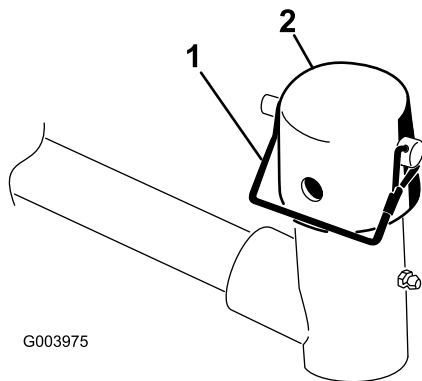

Figura 7
6. Togliete il perno di ritenuta e il cappuccio dalla forcella del braccio di sollevamento (Figura 7).
10. Fissate il cappuccio e l'albero del telaio portante alla forcella del braccio di sollevamento con il perno di ritenuta. Per avere un elemento di taglio stertzante usate la fessura, oppure usate il foro se l'elemento di taglio deve essere bloccato (Figura 7).